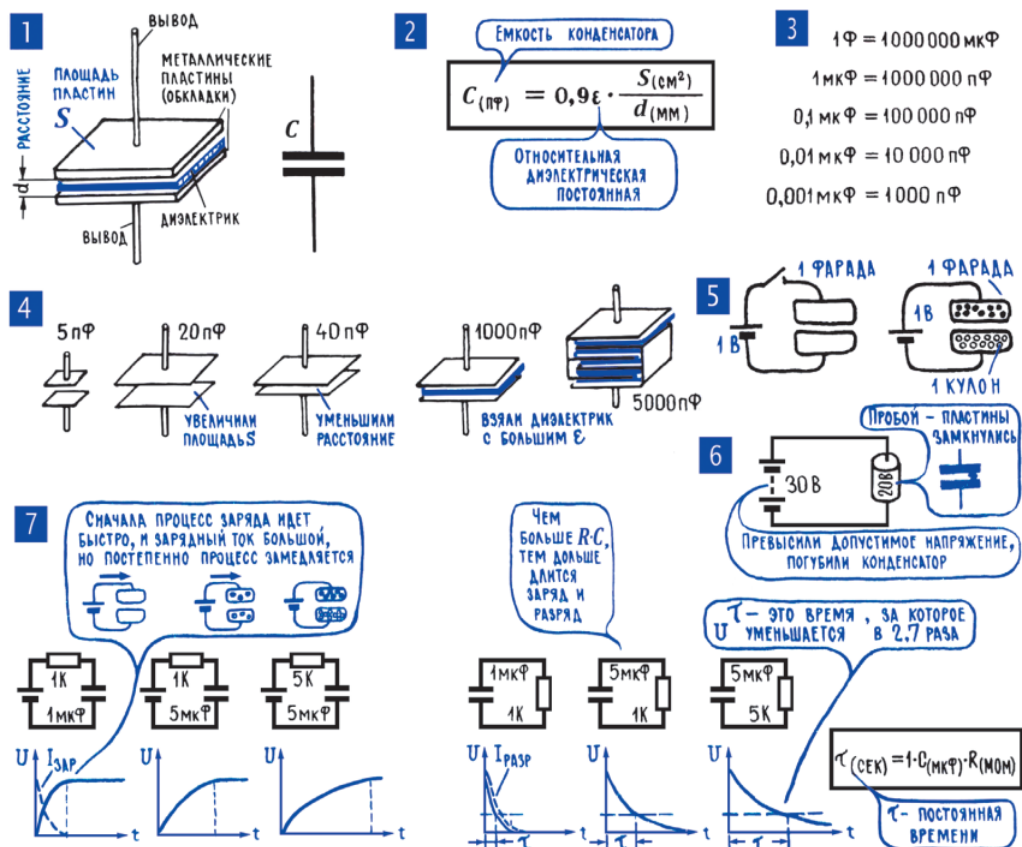

Рис. 4.14. Конденсаторы
Если расположить одну над другой две металлические пластины и на короткое время подключить их к генератору, то на пластинах накопится какое-то количество зарядов, и они будут оставаться там довольно долго. То, что заряды не уходят с пластин, можно упрощенно объяснить так: пластины эти находятся близко, и разноименные заряды своими электрическими полями притягиваются друг к другу и не дают друг другу уйти с пластин. Такой пластинчатый накопитель зарядов называют конденсатором (рис. 4.14; 1) и на схемах обозначают буквой *C* (от слова capacitor – накопитель). Конденсаторы различаются формой пластин и веществом (изолятором), которое находится между ними. Обкладки конденсатора – так часто называют его пластины – в простейших случаях выполняют в виде дисков, вставленных друг в друга трубок или свернутых в спираль металлических лент из фольги.
**14. Емкость конденсатора характеризует его способность накапливать заряды; единица измерения емкости – фарад.** Количество зарядов, которое накапливается на конденсаторе, зависит от того, каким напряжением его заряжали: чем больше это напряжение, тем больший заряд оно втолкнет на пластины при прочих равных условиях. А еще количество накопленных зарядов зависит от свойств самого конденсатора. О его способности накапливать заряды говорит особая характеристика – емкость конденсатора. Единица электрической емкости – *фарад*, такая емкость будет у некоторого условного конденсатора, в котором под действием зарядного напряжения 1 вольт накопится заряд в 1 кулон (рис. 4.14; 5). Емкость конденсатора тем больше, чем больше площадь его пластин (иногда для увеличения этой площади делают конденсаторы с большим числом параллельно соединенных пластин) и чем меньше расстояние между ними (чем ближе пластины, тем сильнее притягивающее поле одной из них действует на заряды, которые находятся на другой). Кроме того, емкость определяется свойствами вещества между пластинами. О них говорит характеристика вещества, которая называется *диэлектрической проницаемостью*  $\epsilon$ : чем она
Важная характеристика конденсатора – его рабочее напряжение. Оно обычно указано на корпусе, и превышать его при зарядке конденсатора нельзя. Это может привести к пробоем или к разрушению диэлектрика, пластины конденсатора замкнутся, и он превратится в обычный проводник (рис. 4.14; 6).
**15. Время заряда (разряда) конденсатора зависит от его емкости и от сопротивления зарядной (разрядной) цепи.** В момент, когда мы подключаем конденсатор к электрическому генератору, в цепи появляется некоторый зарядный ток – это свободные электроны идут к одной обкладке конденсатора и уходят с другой, происходит накопление зарядов на обкладках (рис. 4.14; 7). Зарядный ток будет протекать до тех пор, пока конденсатор не примет все, что он может принять, пока не запасет столько зарядов, сколько позволяет его емкость. Чем больше емкость, чем больше зарядов должен накопить конденсатор, тем дольше будет продолжаться процесс заряда, тем дольше будет существовать в цепи зарядный ток. Но как только заряд конденсатора закончится, этот ток прекратится. Если последовательно с конденсатором в зарядную цепь включить резистор, то он ограничит ток в цепи, и процесс заряда конденсатора будет длиться дольше.